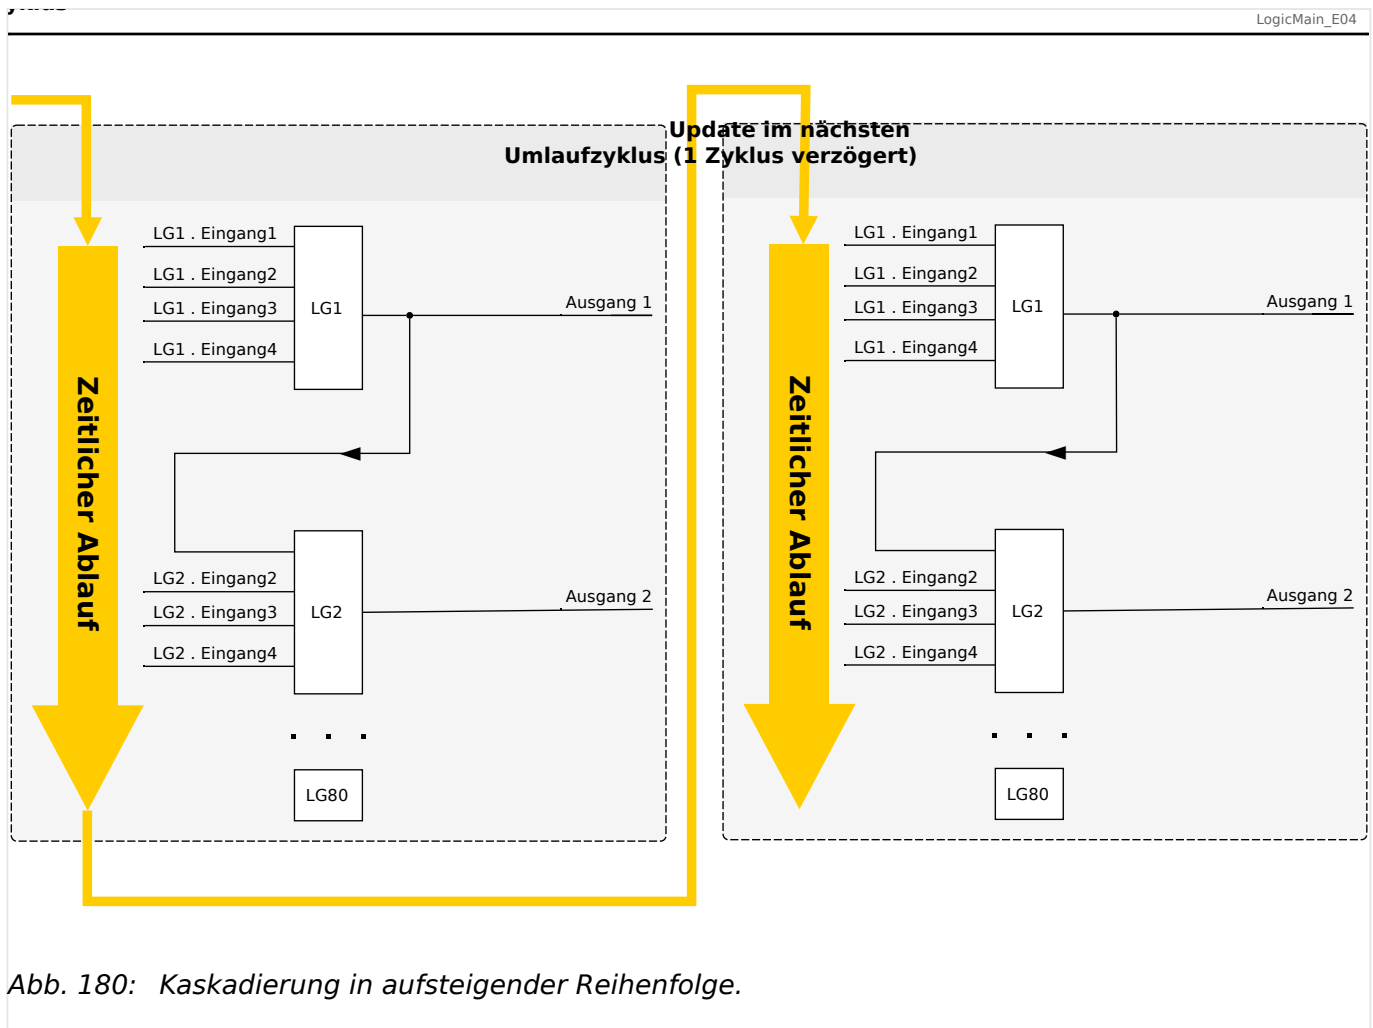
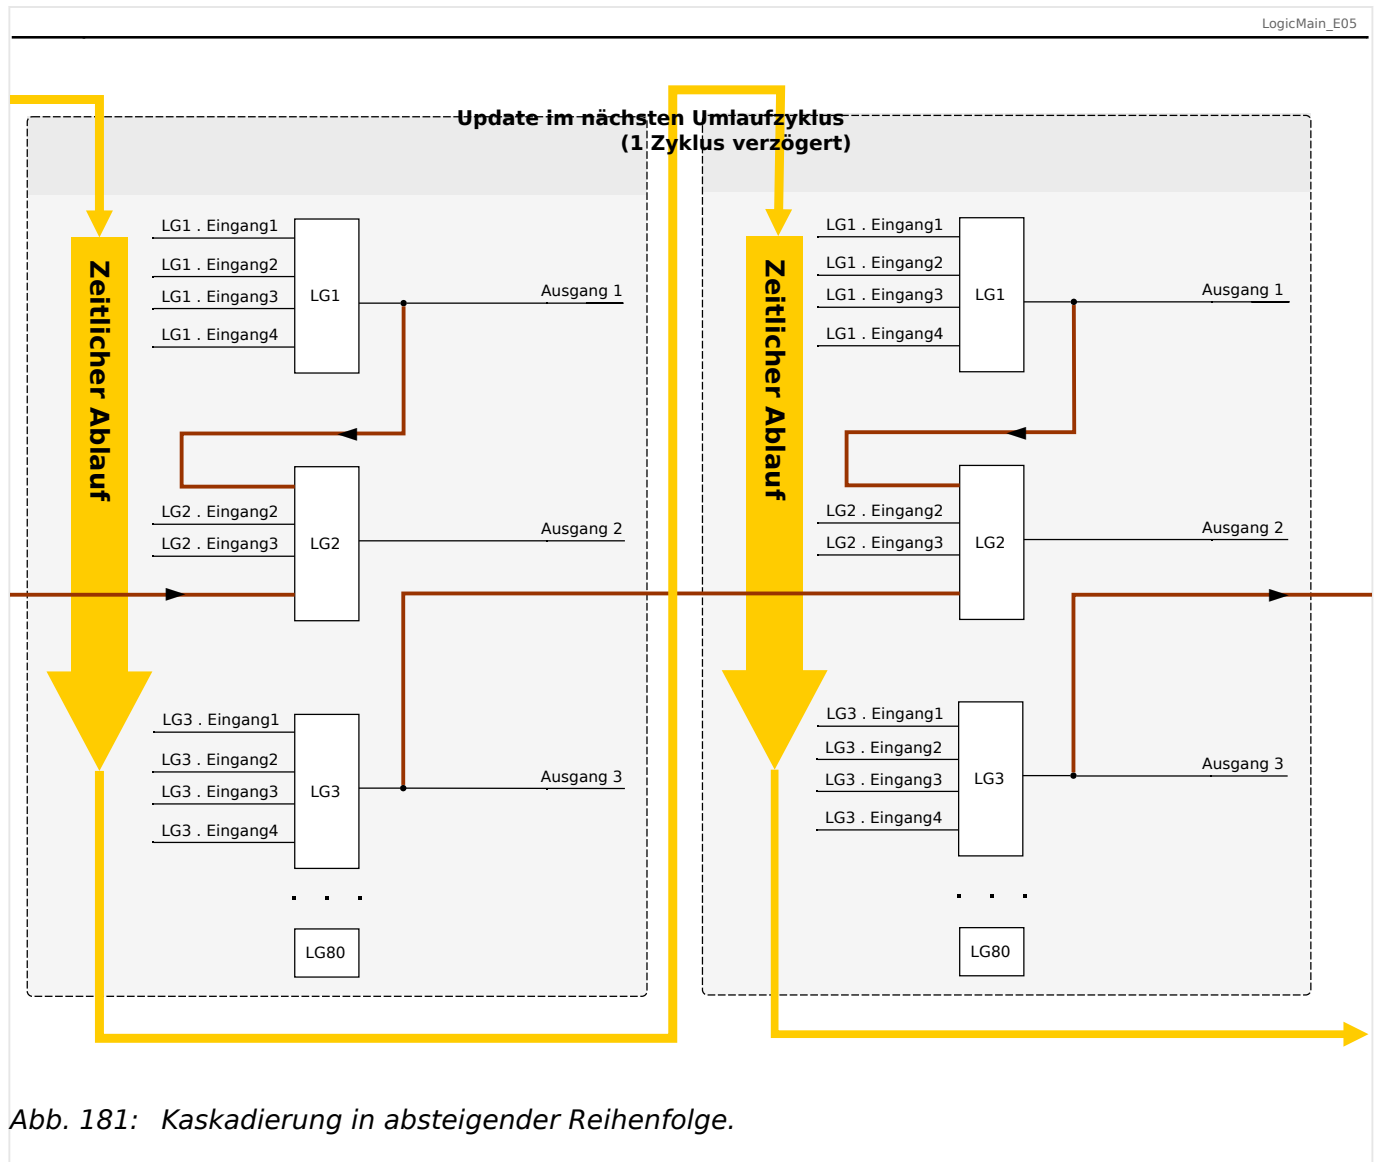

Abb. 180: Kaskadierung in aufsteigender Reihenfolge.
Abb. 181: Kaskadierung in absteigender Reihenfolge.
- Kaskadierung in **aufsteigender** Reihenfolge bedeutet, dass der Ausgang einer Logikgleichung auf den Eingang einer Logikgleichung mit **höherer** Nummer rangiert wird. Das Diagramm →Abb. 180 weiter unten zeigt ein Beispiel, bei dem der Ausgang von LG1 auf einen Eingang von LG2 rangiert wird.
- Kaskadierung in **absteigender** Reihenfolge bedeutet, dass der Ausgang einer Logikgleichung auf den Eingang einer Logikgleichung mit **niedrigerer** Nummer rangiert wird. Das Diagramm →Abb. 181 zeigt ein Beispiel, bei dem der Ausgang von LG3 auf einen Eingang von LG2 rangiert wird.
Bei der Konfiguration des Schutzgerätes bestehen keinerlei Einschränkungen oder Unterschiede zwischen aufsteigender und absteigender Reihenfolge. Da allerdings während der Laufzeit des MCDLV4 die Logikgleichungen in aufsteigender Reihenfolge ausgewertet werden, haben die resultierenden Ausgangswerte, die am Eingang der Logikgleichung anstehen, ein unterschiedliches „Alter“, wie in →Abb. 180 und →Abb. 181 veranschaulicht wird.
Das in Abb. 181 gezeigte Beispiel zeigt eine Konfiguration von „Logikgleichung 2“, die den Ausgang von zwei weiteren Logikgleichungen, „Logikgleichung 1“ und „Logikgleichung 3“, als Eingangszustände verwendet. Hierbei ist der Ausgang von „Logikgleichung 1“ in aufsteigender Reihenfolge verwendet, sodass der Wert in jeweils demselben Prozesszyklus ermittelt wird. Der Ausgang von „Logikgleichung 3“ wird in absteigender Reihenfolge verwendet, sodass der Wert in dem jeweils vorherigen Prozesszyklus ermittelt wurde.